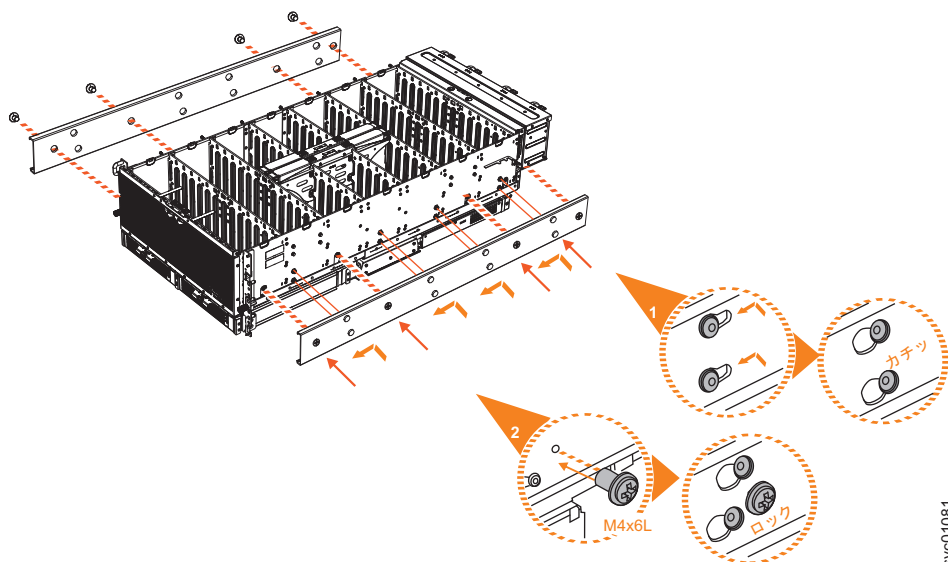

図 39. エンクロージャーへの内部レール・セクションの取り付け
5. 拡張エンクロージャーの各側面にレールの内部セクションを取り付けます (56 ページの図 39 を参照)。